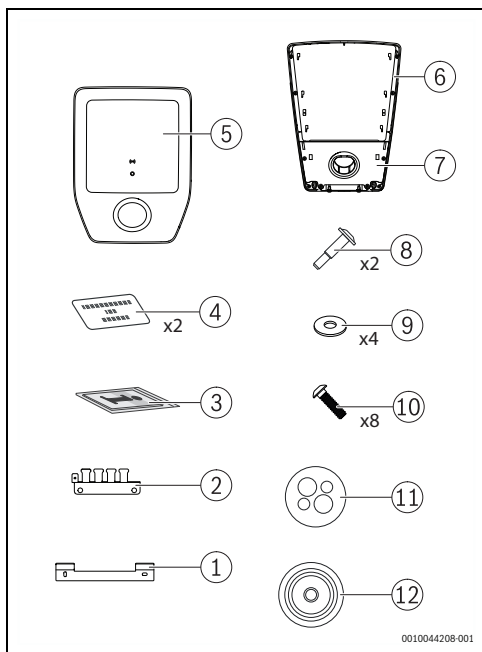

Fig. 193 Contenu de la livraison
- ▶ Retirer avec précaution le cache [5] et le capuchon avec le support de connecteur [7] du Power Charge 7000i (→ Fig. 193, page 192).